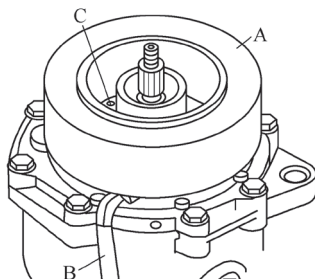
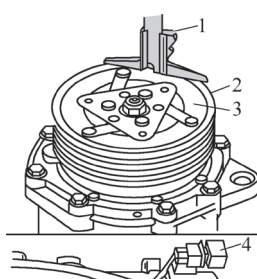

图 5-44 安装空调压缩机电磁线圈
图 5-45 检查电磁离合器间隙
- ⑦用卡簧钳拆下卡簧。
- ⑧从压缩机和线束卡子上脱开线束。
- ⑨拆下电磁线圈 N25。
- ①将电磁线圈装到压缩机上。
- ②将卡簧 C 装在凹槽 A 内 (图 5-44)。
- ③其他安装按拆卸顺序进行。
3) 检查电磁离合器间隙如图 5-45 所示。